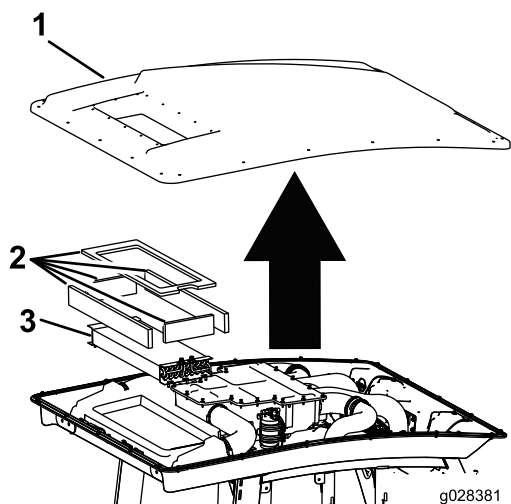

Рисунок 115
3. Снимите крышу кабины, отвернув 22 болта крепления крыши (**Рисунок 115**).
4. Снимите воздушные фильтры (**Рисунок 115**).
5. Снимите и очистите змеевик кондиционера воздуха (**Рисунок 115**).